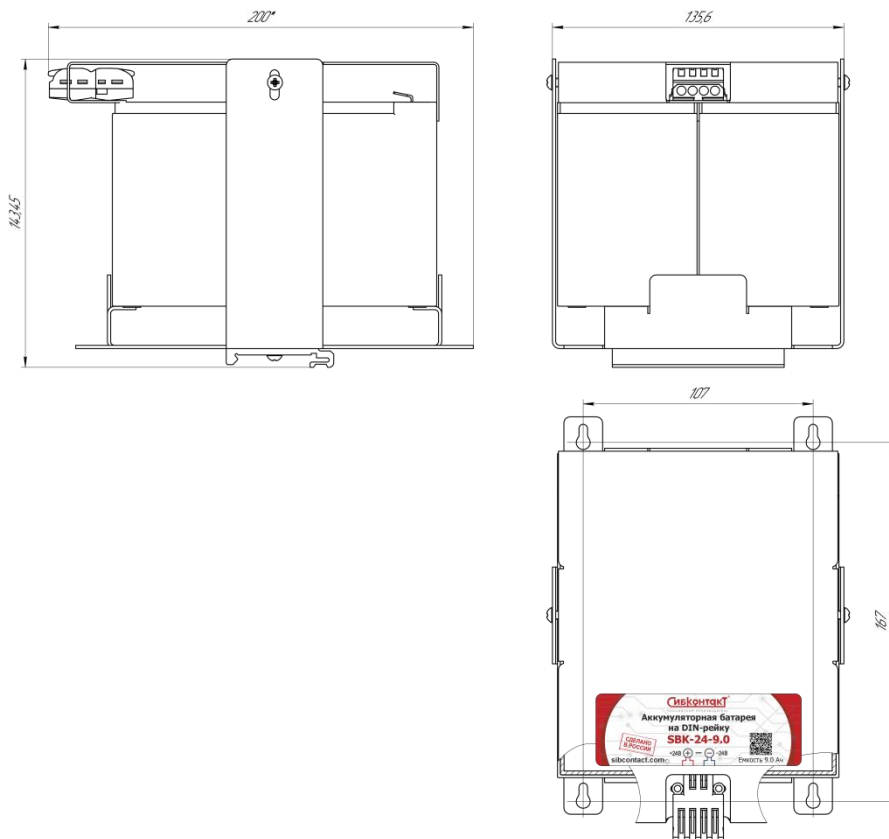

Рисунок 1 – Внешний вид аккумуляторной батареи на DIN-рейку.
4.1 Батарея аккумуляторная резервная (рис.1) состоит из соединенных последовательно/параллельно двух аккумуляторных батарей, защитного предохранителя и металлического корпуса с установленной клеммной колодкой для подключения внешних устройств. В качестве аккумуляторных батарей используются необслуживаемые герметизированные свинцово-кислотные аккумуляторы напряжением 12 В, изготовленные по технологии AGM (электролит, абсорбированный в стекловолоконном сепараторе). БАР крепится на DIN-рейку, а также на любую плоскую поверхность.